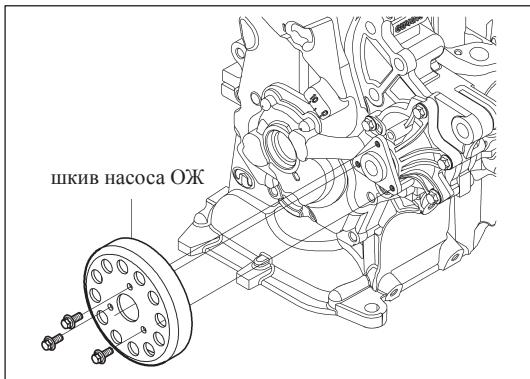

Рис. 10-4-9. Установка шкива насоса ОЖ
(3) Установка шкива насоса ОЖ
- » Установить шкив насоса ОЖ на фланец насоса и затянуть 3 фланцевых болта (M6×12), как изображено на рис. 10-4-9.